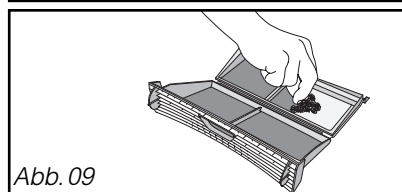

Abb. 09
- Entfernen Sie die dünne Flusenschicht vom Filter (Abb. 09).